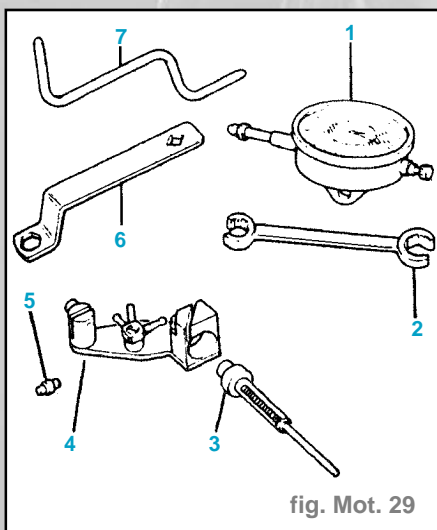

fig. Mot. 29
- Pour le calage de la pompe d'injection utiliser l'outillage spécial (fig. Mot. 29).
- (1) comparateur pour calage des pompes : **Lucas (-).01504**.
- (2) clé pour tuyauteries d'injection (-).0164. Outillage de calage de pompe **Lucas (-).0117AM** composé de :
- (3) pige de calage,
- (4) support de comparateur,
- (5) touche plate de comparateur.
- (6) clé d'entraînement de vilebrequin (-).0117EZ.
- (7) pige de calage du vilebrequin (-).0153N.